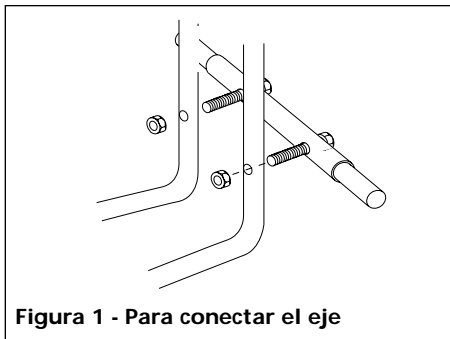

Figura 1 - Para conectar el eje
2. Coloque la bomba boca arriba y sosten-gala con firmeza. Conecte el eje a las patas de la carretilla con los pernos que vienen instalados. Asegure cada perno con una tuerca de 6,4 mm (1/4") - 20 . Use la llave de 11,1 mm (7/16") para apretarlos (Vea la Figura 1).